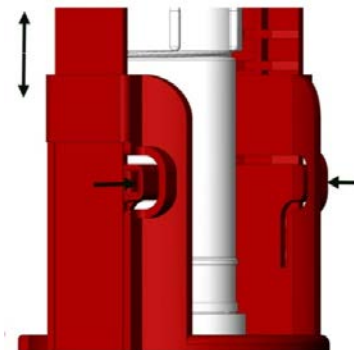

Рис. 4
11.1. Чтобы отрегулировать спускную арматуру по высоте, необходимо отсоединить тягу 8, от хомута 10. Затем нажать на фиксаторы опоры 15 и перемещением стойки 9 вверх-вниз (см. рис.4) добиться необходимого зазора.